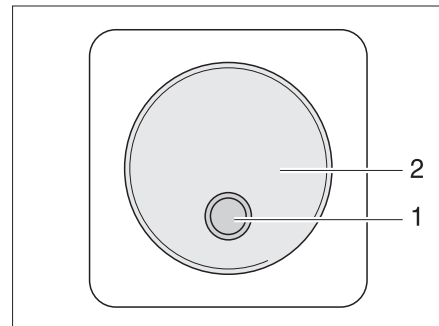

Bild 164 Externer Schalter
- II "Remo." = Gerät kann am externen Schalter (Bild 164,1) ein- und ausgeschaltet werden.
Der externe Schalter für den Wechselrichter (Bild 164) befindet sich im Innenraum des Fahrzeugs, beispielsweise im Eingangsbereich. Der Schalter ist mit der Beschriftung "Wechselrichter" gekennzeichnet. Die LED (Bild 164,1) zeigt den Betriebszustand des Wechselrichters an.